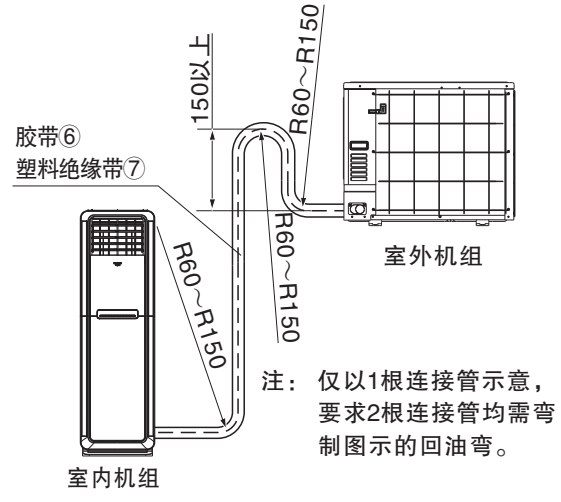

图8
- (2) 安装时必须加长连接管，请按表(1)要求连接。
- (3) 室内、外机高度差必须小于5米。
- (4) 当室外机比室内机高时，必须将铜管弯制“回油弯”如图8。